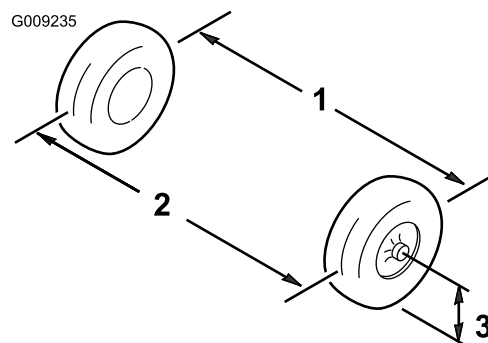

Figura 44
6. Meça a distância entre os pneus dianteiros à altura do eixo na zona dianteira e traseira dos pneus dianteiros (Figura 44).